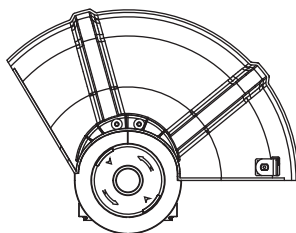

Fig. 3
1. Placer l'outil sur le dos sur une surface de travail propre (Fig.3).